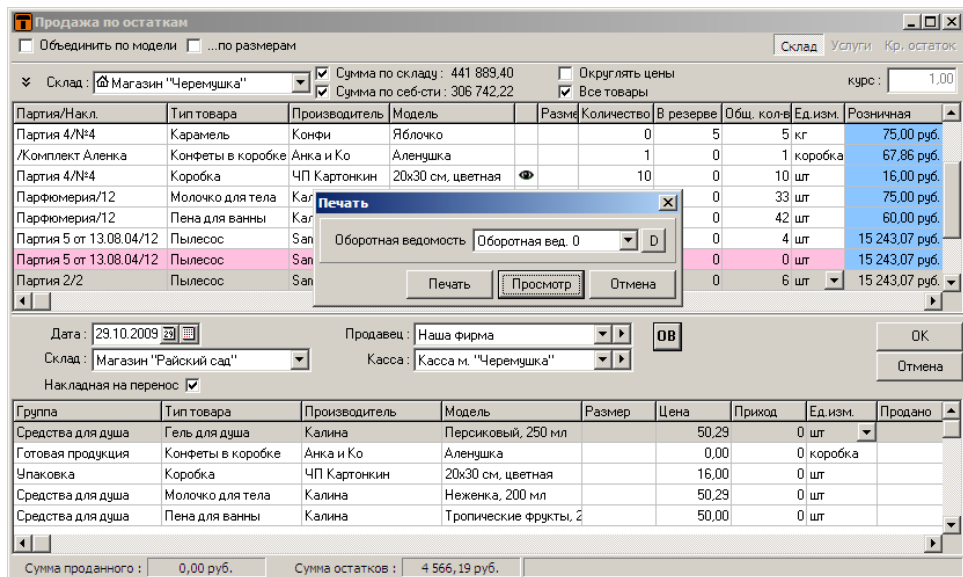

Рис. 96. Печать оборотной ведомости
3. Распечатайте оборотную ведомость по складу на установленную дату, нажав на кнопку **0B** (рис. 96). В ведомости будет указано количество товара, его цена и сумма на начало периода. Продавец должен будет записать в этой ведомости остатки товара на конец периода (дня, недели и др.).